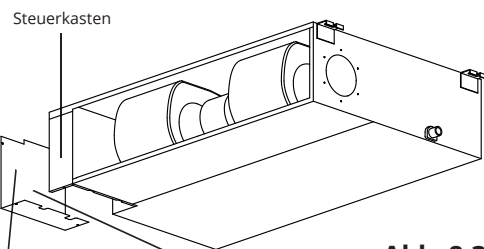

**Abb. 8.1**
2. Nehmen Sie die Abdeckung des Elektrokastens der Inneneinheit ab. Wenn keine Abdeckung an der Außeneinheit vorhanden ist, demontieren Sie die Schrauben von der Wartungsplatine und entfernen die Schutztafel. (Siehe Abb. 8.1 und 8.2)